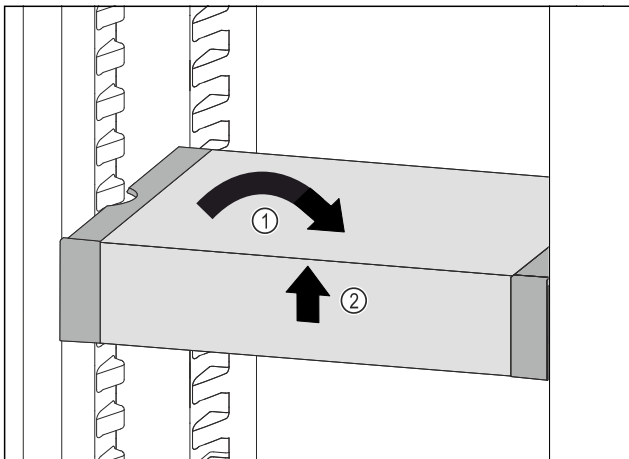

Fig. 48
- Remettre le VarioSafe droit. Fig. 48 (1)
- Soulever la partie avant du VarioSafe. Fig. 48 (2)